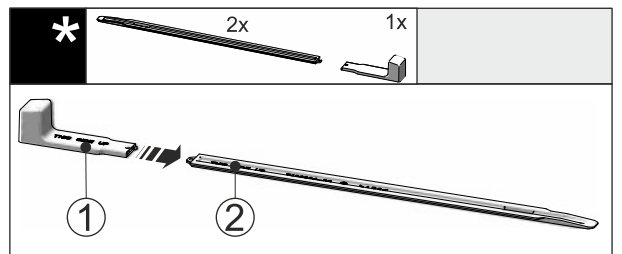

Fig. 49
- ▶ 将安装手柄 Fig. 49 [1] 插到水平导轨 Fig. 49 [2] 上。